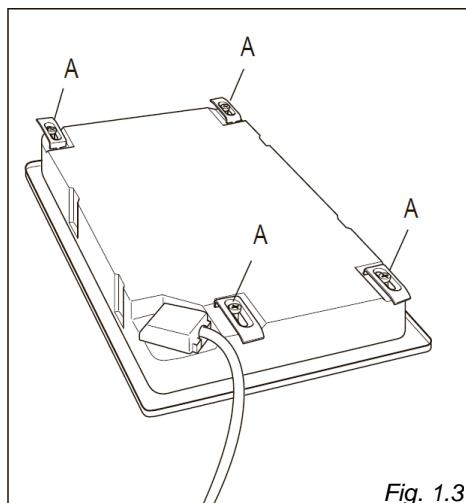

Fig. 1.3
Fiecare plită este prevăzută cu un kit de instalare care include suporturi și șuruburi pentru fixarea blatului pe panouri de fixare, cu o grosime între 30 și 40 mm, fig. 1.3, 1.4.
- Înțoarceți plita și puneti clemele „A” (fig. 1.3) în suporturi, strâneți șuruburile „B” doar câteva ture.